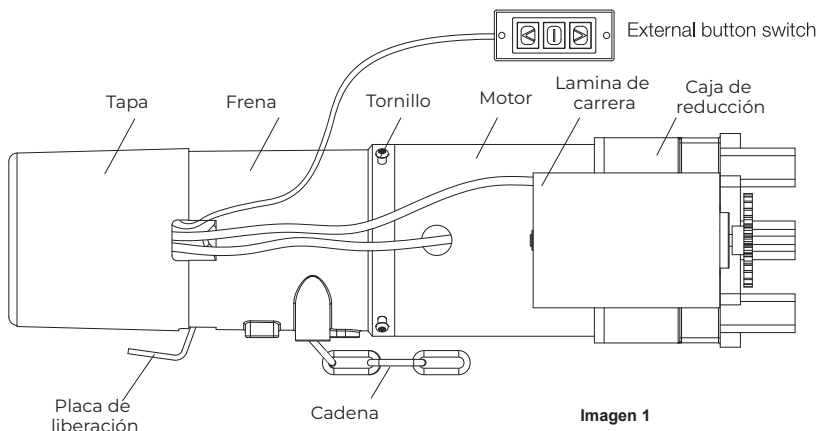

Imagen 1
2. El tablón de soporte de la rueda de la cadena se instala como referencia (Imagen 1) y se puede optar por instalación horizontal o instalación en rango 0-45° C. Cuando no elija la instalación horizontal, por favor circunvolucone la carcasa del freno y haga la cadena manual del anillo en posición vertical hacia abajo, preste especial atención a la combinación de la carcasa y el lugar de coalescencia de la cubierta del motor al mismo tiempo, asegúrese de que no haya ranura, apriete los cuatro pernos (los ángulos opuestos son pares). Evite frenar la carcasa ya que la presión es demasiado fuerte, lo que afecta el freno.